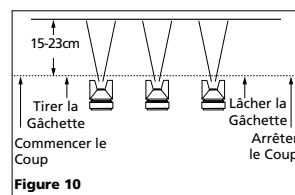

Figure 10
2. Tirer correctement sur la gâchette. Commencer le mouvement au début du coup AVANT DE TIRER SUR LA GÂCHETTE et la relâcher AVANT D'ARRÊTER LE MOUVEMENT à la fin du coup. Cette procédure "mélanger" chaque coup avec le prochain sans avoir l'apparition de chevauchement ou d'inégalités (Voir Figure 10).